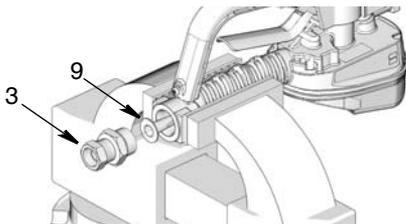

FIG. 2
2. Installez la crépine (9) et le raccord (3) à l'entrée (FIG. 2). Utilisez une clé pour serrer le raccord.
**REMARQUE :** Un joint torique n'est pas nécessaire à l'installation de la crépine (9). Un joint torique est nécessaire et monté sur le raccord (3).